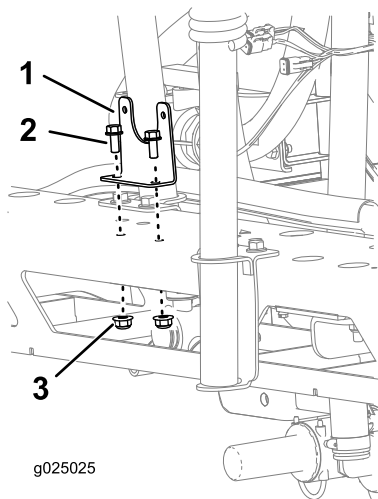

Figura 1
2. Prenda o suporte à estrutura com os dois parafusos (5/16 x ¾ pol.) e duas porcas de bloqueio (5/16 pol.) como se mostra na Figura 1.